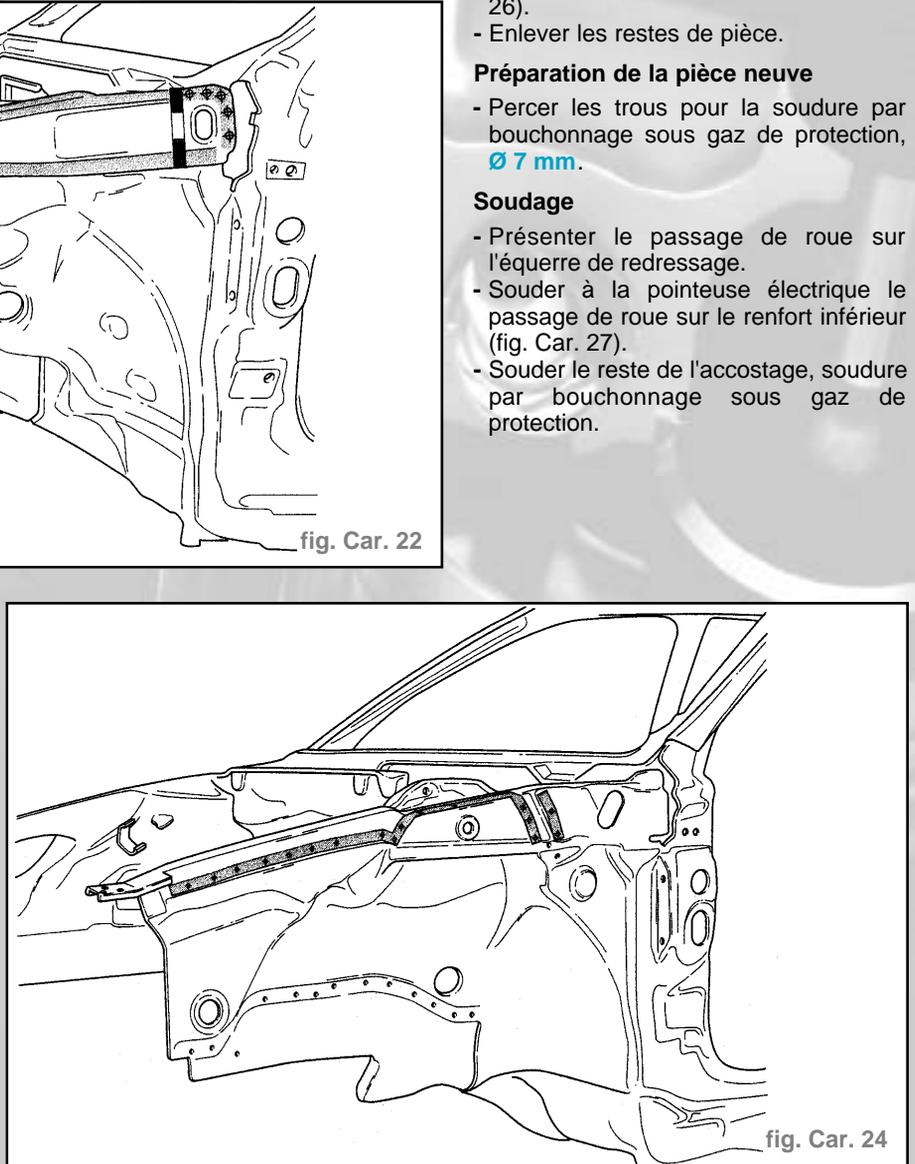

fig. Car. 24
- Dégraffer l'accostage d'origine (fig. Car. 24).